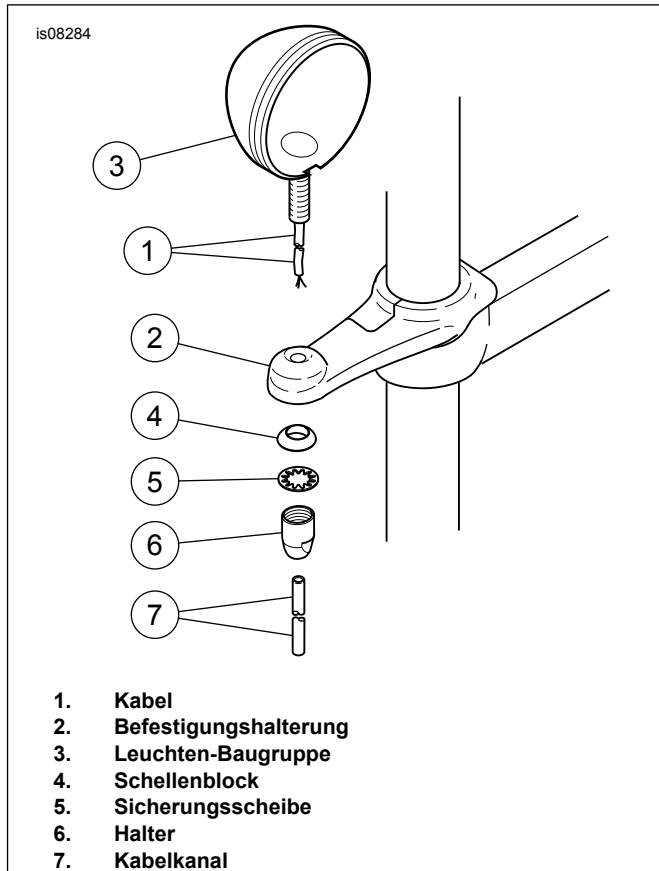

Abbildung 2. Einbauen der Leuchten (rechte Seite abgebildet)
5. Siehe Abbildung 2. Das Leuchtenkabel (1) durch das Loch in der Befestigungshalterung (2) einziehen und die Leuchte (3) mit einem Schellenblock (4), einer Sicherungsscheibe (5) und einem Halter (6) aus dem Satz befestigen. Den Halter auf ein Drehmoment von 22–24 N·m (16–18 ft·lb) anziehen.